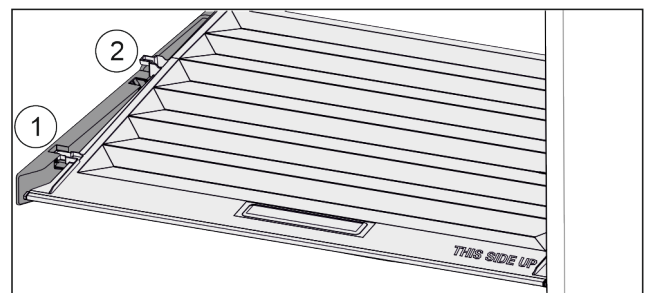

Fig. 124
- ▶ Deckel bis zur Öffnung in den Halteteilen nach vorne ziehen Fig. 124 (1).
- ▶ Hinten von unten anheben und nach oben wegnehmen Fig. 124 (2).